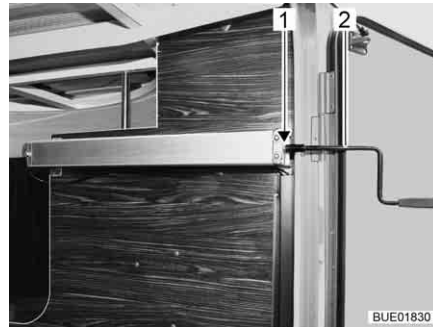

Fig. 143 Manivela en el garaje trasero
- Encajar la manivela (Fig. 143,2) en la espiga (Fig. 143,1).